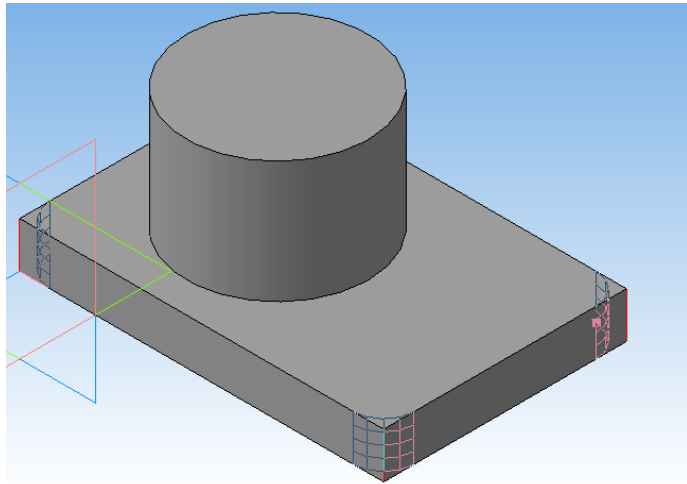

Рисунок 33.
10. Выполните «Скругление»  радиусом 10мм (рисунок 33).